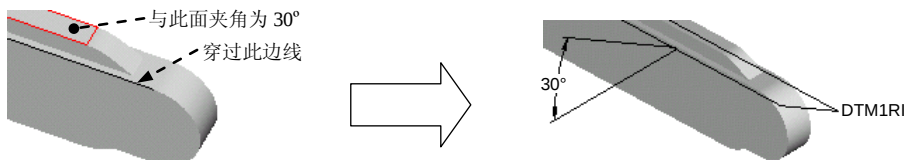
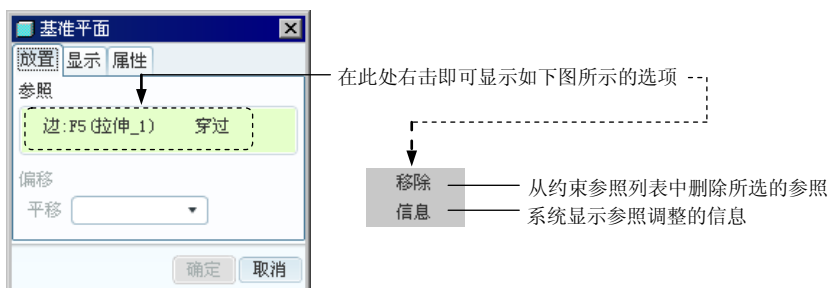

图 5.19.1 基准面的创建
图 5.19.2 “基准平面”对话框
下面以一个范例来说明创建基准平面的一般过程。如图 5.19.1 所示，现在要创建一个基准平面 DTM1，使其穿过图中模型的一个边线，并与模型上的一个表面成 30° 的夹角。
Step2. 单击工具栏中的“创建基准平面”按钮（或者选择下拉菜单 **插入(I)** → **模型基准(U)** → **平面(P)...**命令），系统弹出图 5.19.2 所示的“基准平面”对话框。
(1) 穿过约束。选择图 5.19.1 所示的边线，此时对话框的显示如图 5.19.2 所示。
(2) 角度约束。按住 Ctrl 键，选择图 5.19.1 所示的参照平面。